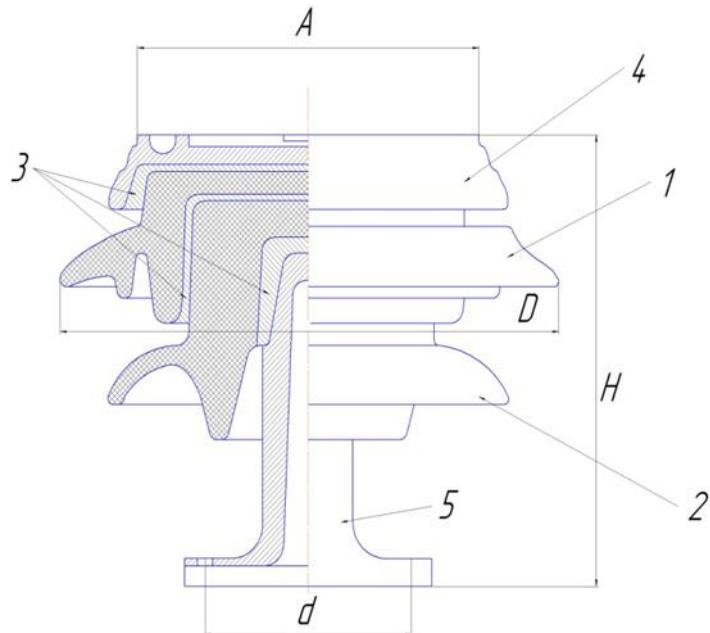

Рисунок 2 – Опорно-стержневой изолятор наружной установки
3. По заданной диаграмме рисунок 2 определить $\sigma_{\text{пц}}$, σ_v , σ_t (или $\sigma_{0,2}$) – параметры прочностных свойств материала (для диаграммы с выраженной площадкой текучести найти σ_t , если площадка текучести отсутствует – оценить величину $\sigma_{0,2}$).
Опорный стержневой керамический изолятор ОНС изолирует и поддерживает шины контактных деталей в открытом распределительном устройстве. Изолятор представляет собой сплошной круглый стержень с выступающими ребрами. На торцевых частях изолятора закреплены металлические фланцы (колпаки), являющиеся электродами (рис.2).
Например, ОНС-35-2000 (опорный стержневой изолятор наружной установки на напряжение 35 кВ, разрушающая нагрузка его 2000 Па). Опорный стержневой изолятор типа ОНС (см. рис. 2) имеет следующие основные размеры можно выразить диэлектрические потери в изоляционных материалах?